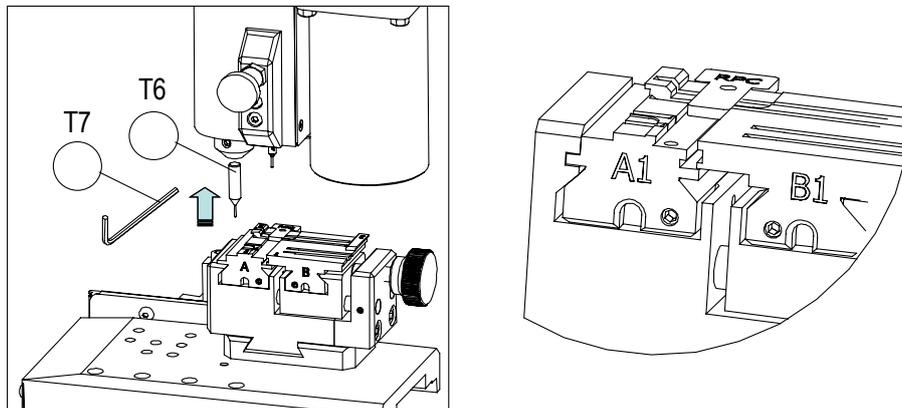

FIG. 24
- 3) Posizionare la piastra di regolazione RPC nel morsetto, dal lato posteriore del morsetto. (Fig.24)
- 2) Posizionare la piastra di regolazione RPC nel morsetto, dal lato posteriore del morsetto. (Fig.24)